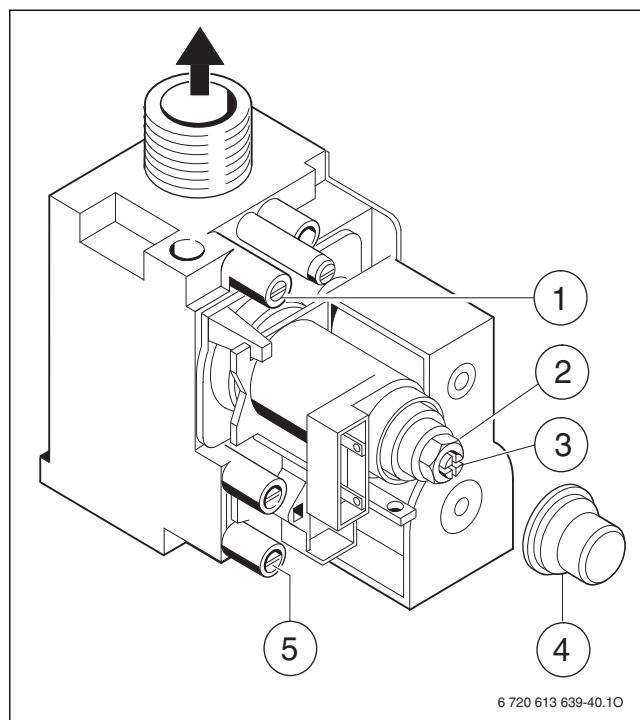

Fig. 34 Vană de gaz
- Desfaceți șurubul de etanșeitate la punctul de măsurare pentru presiunea înainte duzei (→ fig. 34 [1]) și racordați manometrul cu tub U.
- Înlăturați capacul (→ fig. 34 [4]).
- Consultați tabelul de la pagina 35 pentru presiunea „maximă” înainte duzei. Setați presiunea înainte duzei din șurubul de reglaj pentru cantitatea maximă de gaze (→ fig. 34 [2]). Rotire spre dreapta - cantitate mai mare de gaze, rotire spre stânga - cantitate mai mică de gaze.
- Presiunea înainte duzei indicată pentru „min” (mbar) se găsește în tabelul de la pagina 35. Setați presiunea dinaintea duzei din șurubul de reglaj pentru cantitatea minimă de gaze (→ fig. 34 [3]).
- Desfaceți presgarnitura de la orificiul de măsurare a presiunii de racord pentru gaz (→ fig. 34 [5]) și racordați aparatul de măsurat presiunea.